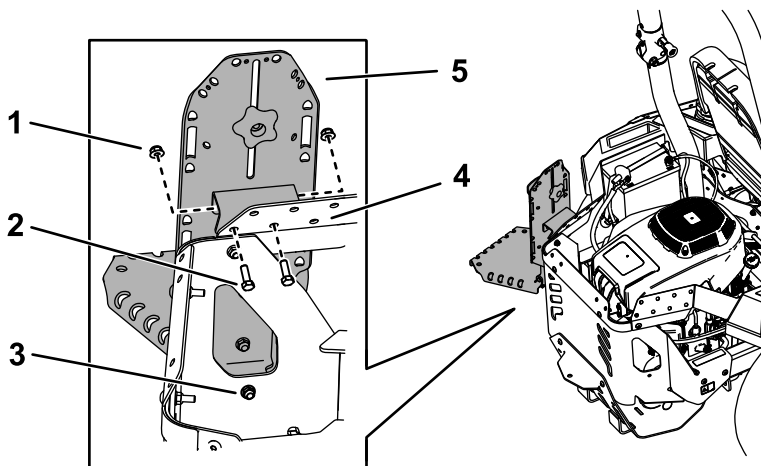
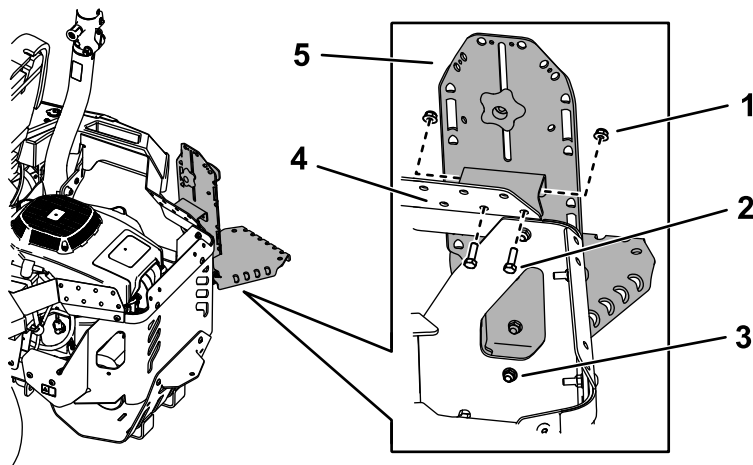

Figura 13
Figura 14
1. Fissate il gruppo di supporto alla protezione laterale superiore utilizzando 2 bulloni (5/16" x 1") e 2 dadi (5/16") come illustrato nella Figura 13 o nella Figura 14.
3. Fissate la parte inferiore della staffa principale alla protezione del motore utilizzando 1 bullone a testa tonda (5/16" x 7/8") e 1 dado (5/16") come illustrato nella Figura 13 o nella Figura 14.